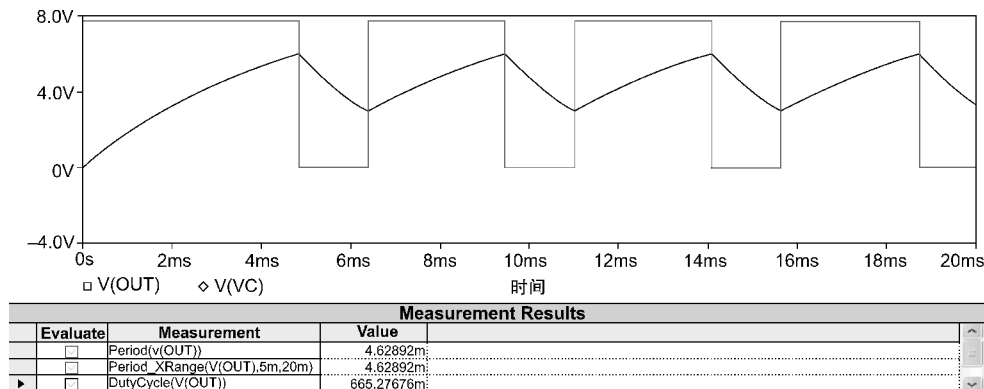

图 19.7 仿真结果和测量值
9. 如果测量结果未显示在屏幕图形显示窗口中，选择菜单 **View > Measurement Results** 对测量结果进行查看。仿真结果应该与图 19.7 所示相似。